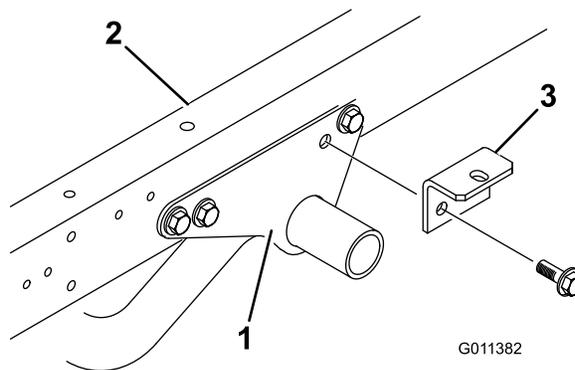

Рисунок 5
1. Снимите 2 винта с буртиком и фланцевые контргайки, которые крепят заднюю часть обоих монтажных кронштейнов рамы двигателя к каждой стороне рамы машины (Рисунок 5).
2. Свободно прикрепите монтажный кронштейн к каждому монтажному кронштейну рамы двигателя и к раме машины двумя винтами с буртиком и фланцевыми контргайками, снятыми ранее (Рисунок 5).